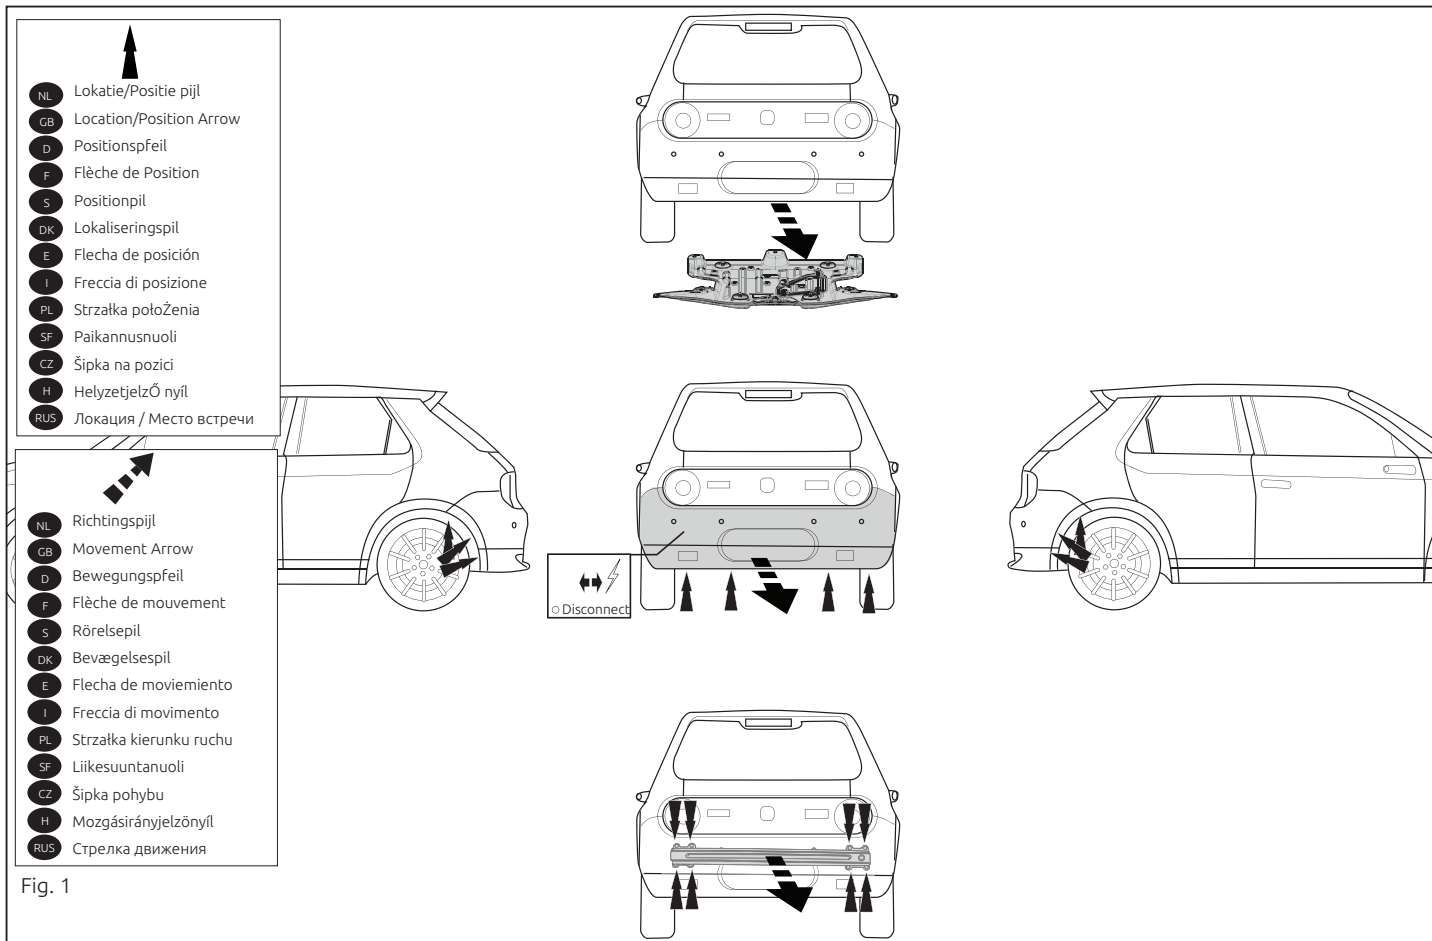

Fig. 1
1. Снять оба блока задних фар. Снять бампер вместе со буферным брусом автомобиля. Буферный брус больше не понадобится. См. рисунок 1.
2. Снять пластмассовые защитные колпаки. См. рисунок 1..